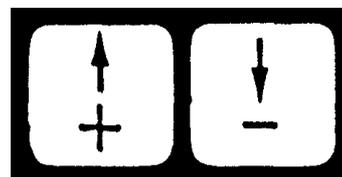

Fig.1
4.2.1 Touches de réglage +/- (Fig.1)